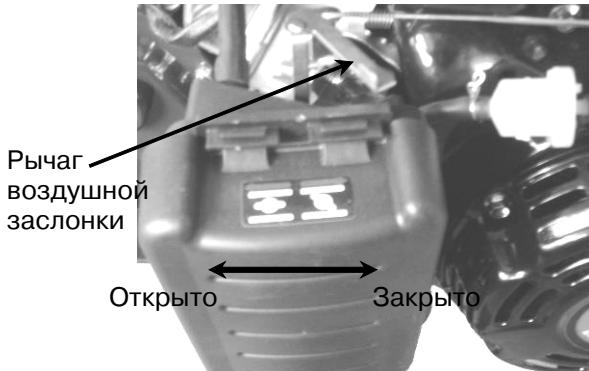

Рис.8
1. Передвиньте рычаг воздушной заслонки в положение CLOSE(закрыто). Рис. 8
Если рычаг воздушной заслонки находится в положении “CLOSE”, поверните его в положение “OPEN” после того, как двигатель проработает около 2x минут. (Рис. 8)